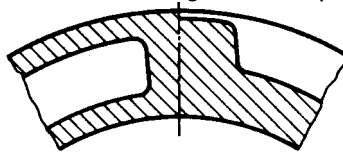

Figure 7
2.2 Pour les sections d'une même pièce coupée par des plans parallèles, représentées côte à côte, employer les mêmes hachures, celles-ci pouvant être décalées au changement de plan (voir figure 7).